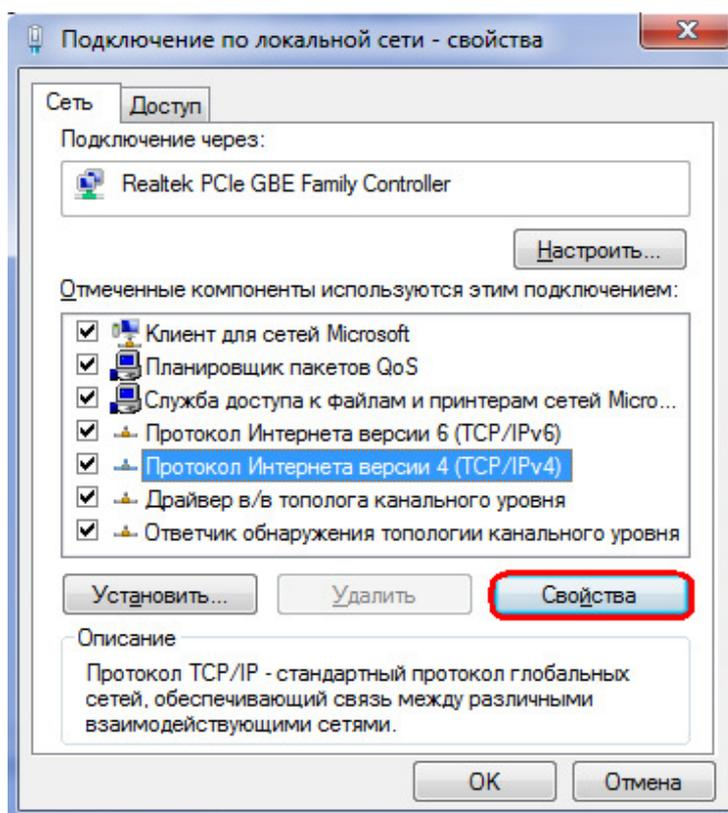
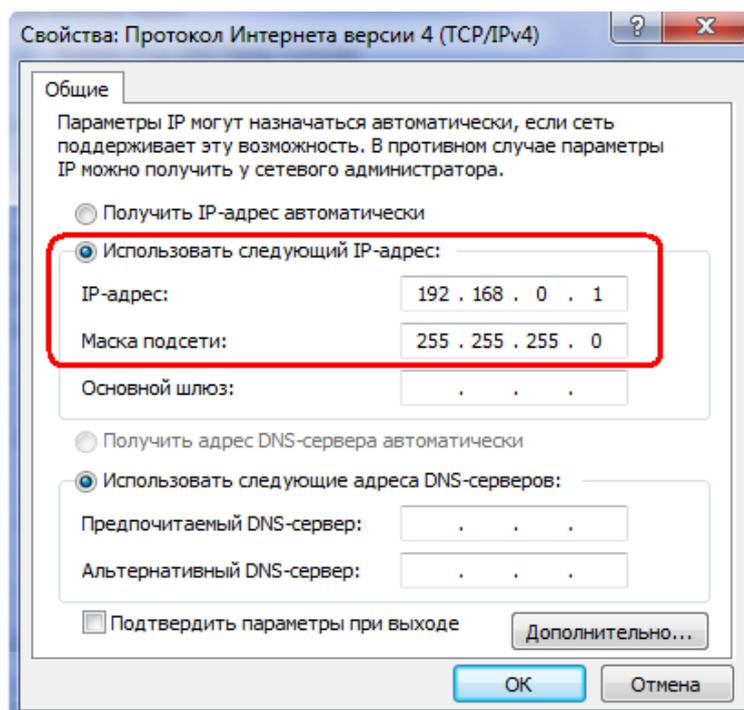

Рис. 2.1.6. Окно «Подключение по локальной сети – Свойства»
Рис. 2.1.7. Окно «Свойства: Протокол Интернета версии 4 (TCP/IPv4)»
5. Выделите однократным кликом мыши пункт «Протокол Интернета версии 4 (TCP/IPv4)», затем нажмите на кнопку «Свойства» (рис.2.1.6).
6. В открывшемся окне (рис.2.1.7) отметьте точкой пункт «Использовать следующий IP-адрес». Далее Вам необходимо указать маску подсети ПК, совпадающую с маской используемого Ethernet-контроллера КПА-М, а IP-адрес ПК должен находиться в одной подсети с IP-адресом КПА-М.
После введения сетевых настроек в окне (рис.2.1.7) нажмите кнопку «OK». В следующем окне (рис.2.1.6) так же, нажмите кнопку «OK». После этого локальная сеть для связи с КПА-М